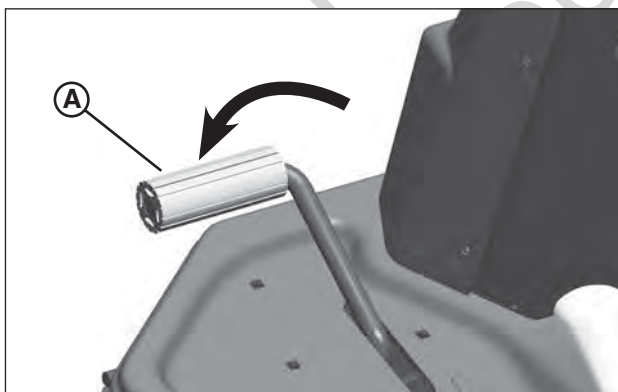
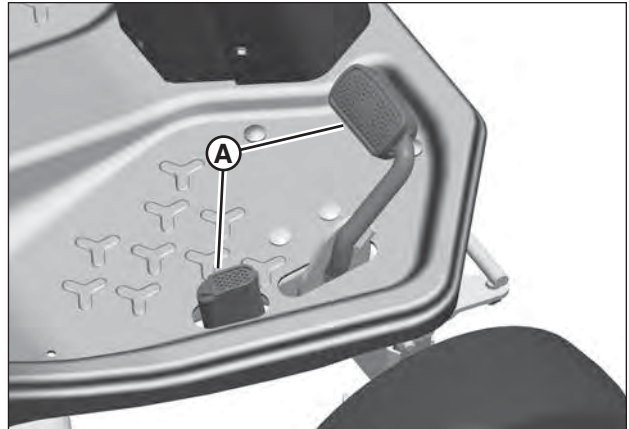

Figure 13: Pédale d'embrayage/frein
Figure 14: Pédale de vitesse d'avancement en marche arrière (sur les modèles à transmission hydrostatique)
1. Arrêter le déplacement de la machine en enfonçant complètement la pédale d'embrayage/frein (A, Figure 13) pour débrayer et activer le frein.
1. Arrêter le déplacement de la machine en relâchant complètement les pédales de vitesse d'avancement (A, Figure 14). Vous pouvez freiner davantage en enfonçant la pédale de frein (A, Figure 13).